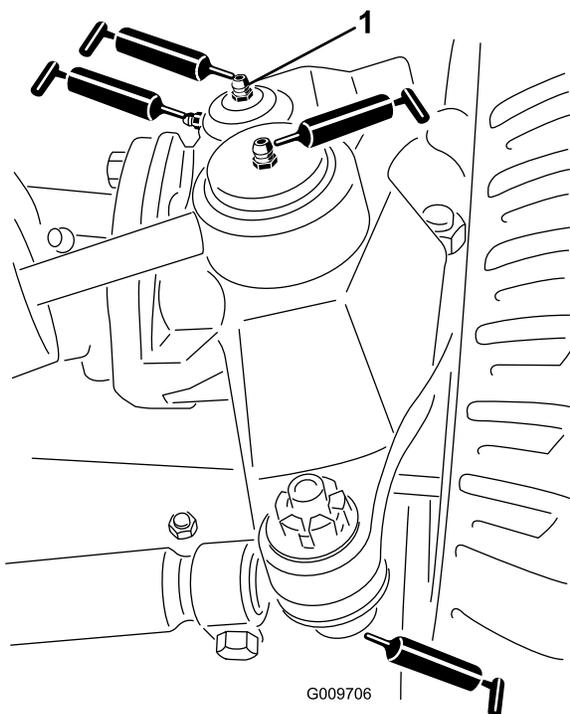

Рисунок 25
- Шаровые опоры гидроцилиндра рулевого управления (2 шт.) (Рисунок 25)
- Шаровые опоры стяжной тяги (2 шт.) (Рисунок 25)
- Втулки поворотных шкворней (2 шт.) (Рисунок 25). **Верхнюю масленку на поворотном шкворне следует смазывать только раз в год (2 хода насоса).**